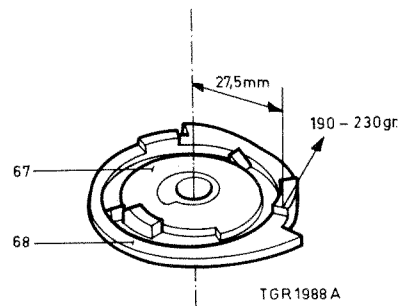

Fig. 23
Controle van de voorspanning van veer pos.69, zie fig. 23
De kracht nodig om commandoschijf pos.68 iets terug te duwen moet 190 tot 230 g bedragen (zie fig. 23). Dit moet gemeten worden op een afstand van 27,5 mm van het middelpunt van de betreffende commandoschijf. Wijkt bovengenoemde waarde te veel af dan moet veer pos.69 vervangen worden.